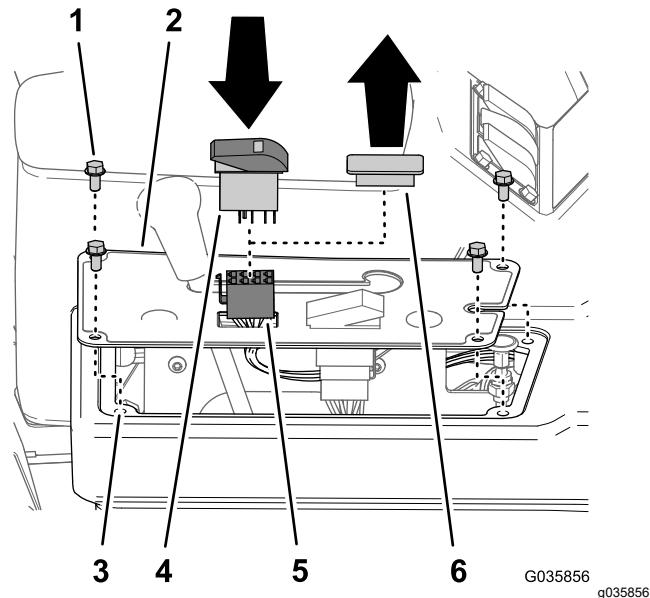

Figura 33
- Si están instalados, retire los 4 pernos con arandela prensada ($\frac{1}{4}$ " x $\frac{1}{2}$ ") que sujetan la cubierta del panel en la parte superior de la consola, tal y como se muestra en la Figura 33.
- Retire el tapón del interruptor de la cubierta del panel de la consola (Figura 33).
3. Alinee el conector hembra de 8 vías del arnés de cables del kit de acabado del brazo Ultra Sonic Boom a través de la abertura en la cubierta del panel (Figura 33).
4. Conecte el conector hembra de 8 vías del arnés de cables del kit de acabado del brazo Ultra Sonic Boom etiquetado MODO MANUAL SÓNICO FRENTE A AUTOMÁTICO al interruptor basculante (Figura 33).
5. Instale el interruptor basculante en la abertura del panel del salpicadero hasta que el interruptor encaje en su sitio (Figura 33).
6. Alinee los taladros de la cubierta del panel con los taladros de la parte superior de la consola (Figura 33).
7. Sujete el panel a la consola con los pernos (Figura 33) que retiró en el paso 1.